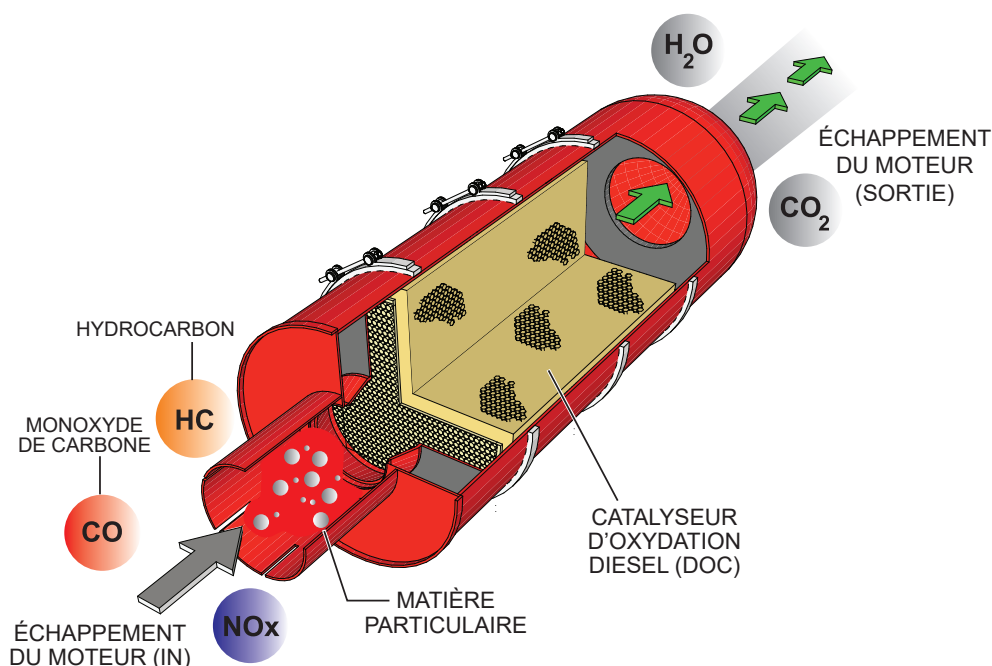

Figure 78. Catalyseur d'oxydation diesel (DOC)
Le dispositif DOC(Figure 78) permet de filtrer de grandes quantités d'oxydes d'azote nocifs (NO_x) et de particules (PM) émises par les moteurs diesel. Ces émissions de gaz d'échappement présentent de graves risques pour l'environnement et la santé. Il est important d'entretenir et de réparer périodiquement le dispositif de sécurité contre les émissions de DOC.